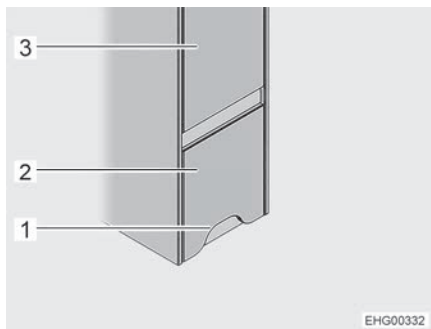
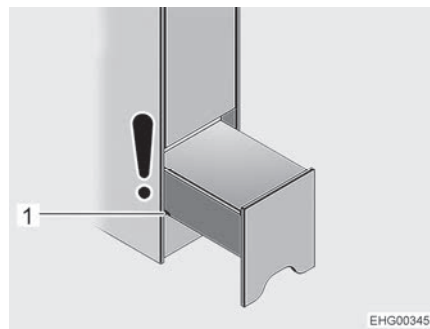

Fig. 122 Base di appoggio per la salita (chiusa)
Fig. 123 Base di appoggio per la salita (posizione notte)
La base di appoggio per la salita è installata nella parte destra del veicolo, sotto all'armadio guardaroba (Fig. 122,3) davanti al letto in coda.
- ▷ La porta del vano WC si trova di fronte alla base di appoggio per la salita. Se la base di appoggio per la salita è estratta solo parzialmente (posizione notte, vedere Fig. 123) è possibile aprire la porta del WC. Se invece la base di appoggio per la salita è estratta completamente al fine di accedere al vano, la porta del vano WC non può essere aperta completamente.
- Afferrare la base di appoggio per la salita (Fig. 122,2) in corrispondenza dell'apertura (Fig. 122,1), sollevare leggermente ed estrarla fino alla prima scanalatura (Fig. 123,1) per la posizione notte.